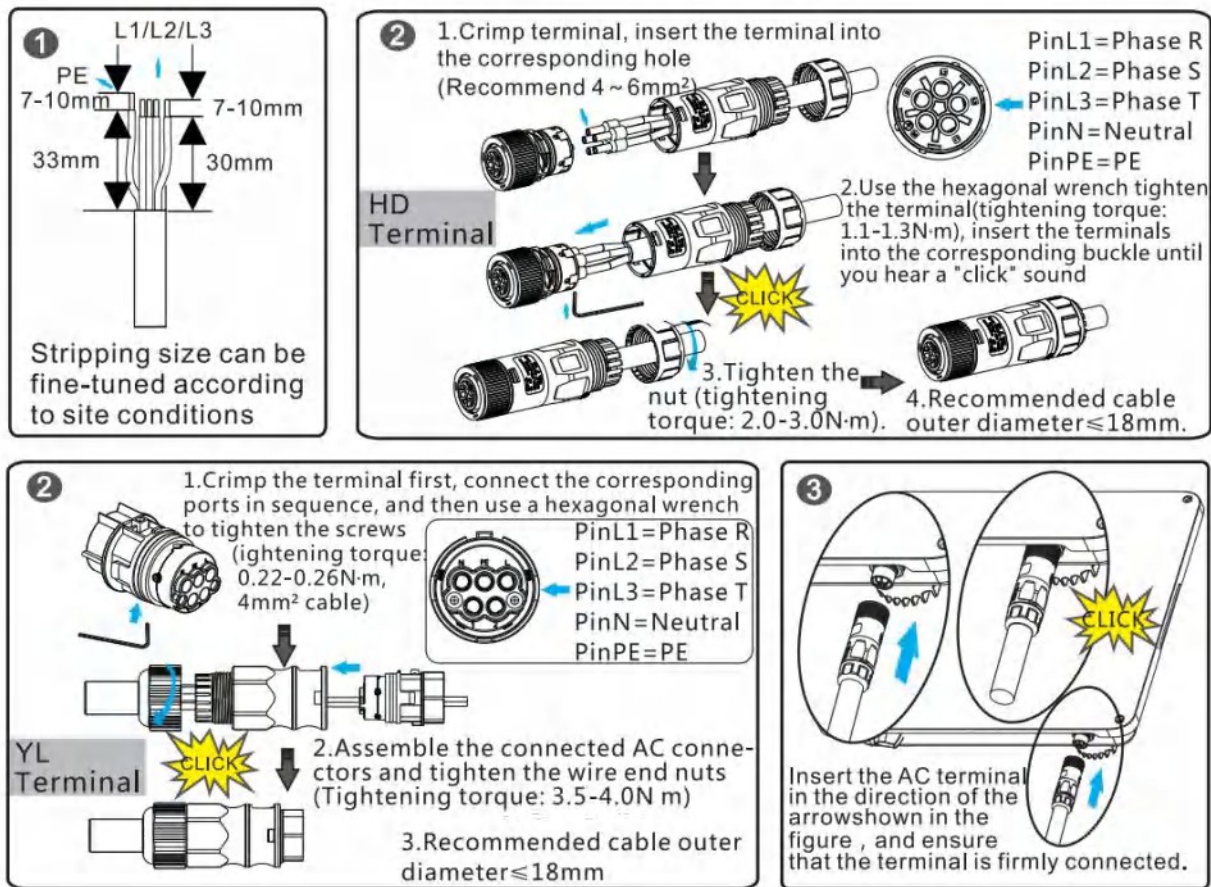

Figura 3-2 Schema di installazione del cavo CA
- (1) Realizzi un cavo CA e lo spelli come illustrato al punto 01 della Figura 3-2.
- (2) I cavi CA vengono inseriti nei connettori CA in sequenza.
- (3) Utilizzi una chiave esagonale per fissare il cavo CA; la coppia di serraggio consigliata è di 1,5 N·m.
- (4) Inserire il connettore CA e tirare verso il basso la linguetta per bloccarlo (come mostrato al punto 04).